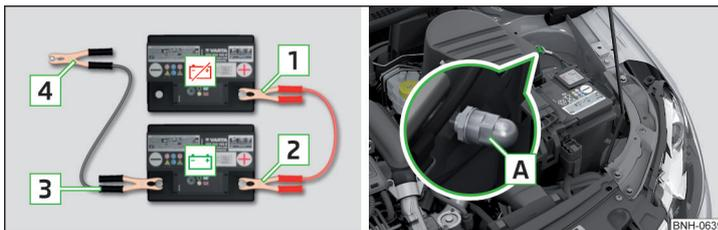

Fig. 245 Ayuda de arranque: 🚫 - batería descargada, 🟢 - batería que suministra corriente / punto de masa del motor en el sistema START-STOP
- En vehículos **con** el sistema START-STOP, fijar el brone **4** en el punto de masa del motor **A** » fig. 245.